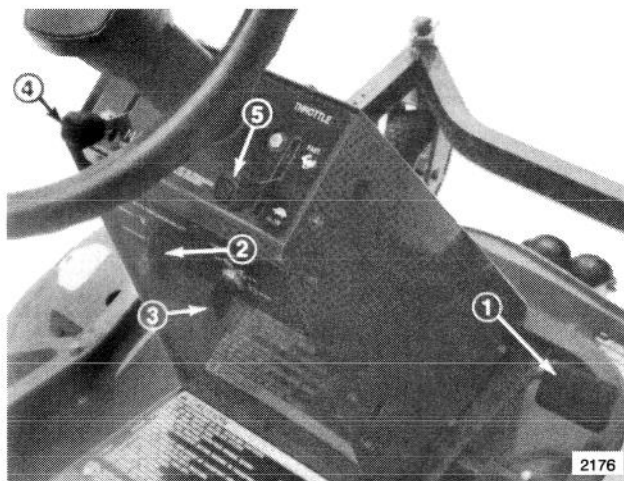

Figure 6
1. Mettre la manette des gaz en position LENT ("SLOW") (Fig. 6).
2. Tourner la clé de contact sur ARRET ("OFF") (Fig. 6).